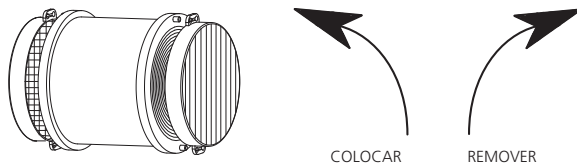

Fig. 27
- Remover o filtro de carvão ativado: Girar o filtro da direita no sentido horário e o da esquerda no sentido anti-horário [Fig. 27].